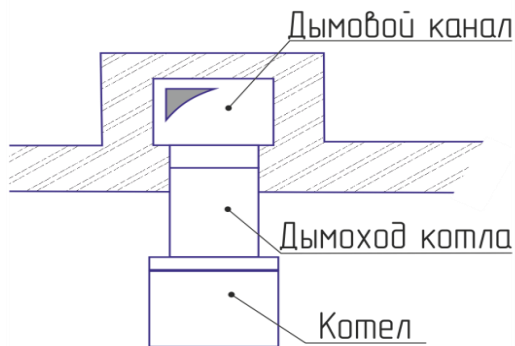

Рис.5 Схема отвода продуктов сгорания (вид сверху)
5.5. Дымоход котла подсоединяется к дымоходной трубе (рис.5). Сечение дымоходной трубы должно быть не менее сечения дымохода котла (табл.1); высота от уровня колосниковой решетки до верхнего среза дымоходной трубы должна быть не менее расчётной (см. табл. 1); дымоходный канал должен выступать над коньком крыши не менее чем на 50 см. Внутренняя поверхность дымоходной трубы должна быть гладкой, без трещин и сужений.